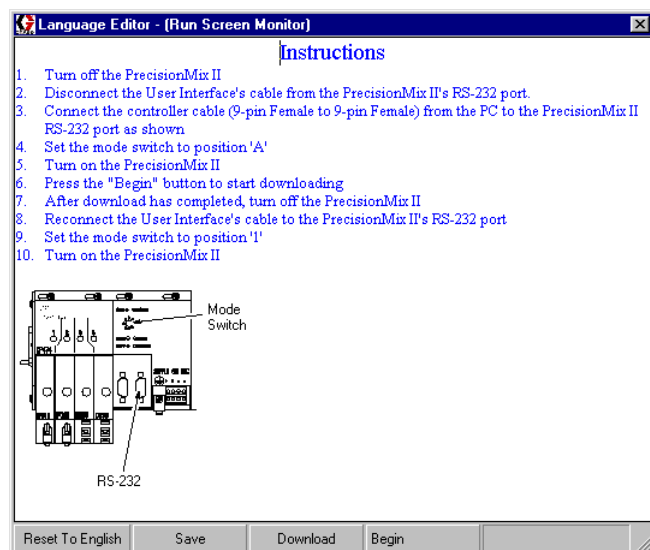

Fig. 13.66
9. Une fenêtre d'instructions pour télécharger le programme des fichiers langue s'affichera. Voir Fig. 13.66. Si le processus de mise à jour vous est familier, vous pouvez suivre les étapes affichées dans la fenêtre. Les instructions suivantes fournissent des informations plus détaillées.
- d. Appuyer sur le bouton DEBUT dans la fenêtre d'instructions pour commencer la sauvegarde. Voir Fig. 13.66.